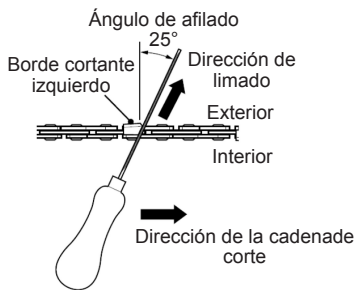

Imagen 41
- > Lime con ángulo perpendicular a la espada, y con un ángulo de 25° respecto a la dirección de desplazamiento (Imagen 41).